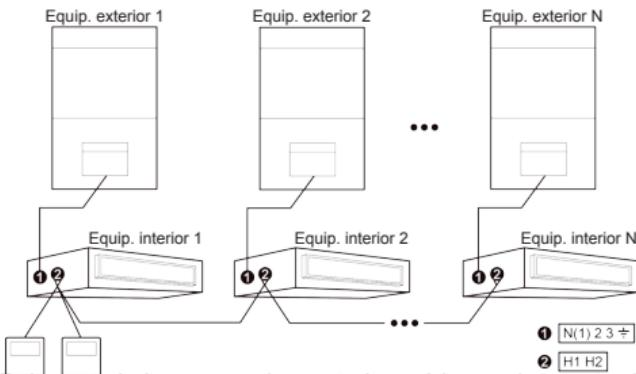

Fig. 4.9 Dois controladores por cabo controlam vários equipamentos interiores
- (1) Os métodos de cablagem nas fig. 4.4, fig. 4.5, fig. 4.8 e fig. 4.9 podem ser utilizados para o controlador por cabo que liga o equipamento Atlas.